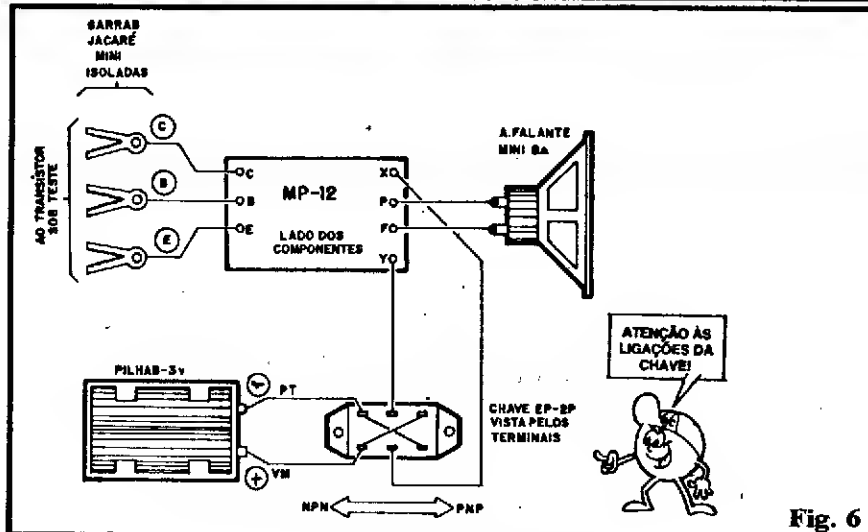
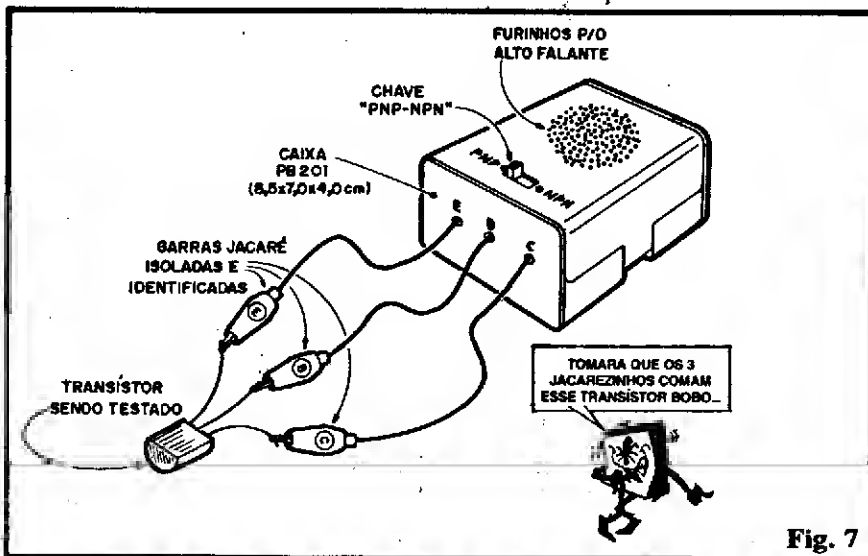

Fig. 6
Fig. 7
- **FIG. 7 - Caixa e utilização do TUT.** A figura mostra a mais óbvia e prática sugestão para o "encaixamento" do circuito. Na tampa do **container** podem ser feitos furinhos para a saída de som do alto-falante (este fica colado, frontalmente aos tais furos, pelo lado de dentro da dita tampa...). Logo abaixo pode ser posicionada a importante chave NPN-PNP, com suas funções claramente demarcadas no painel (ver fig. 6). Numa das laterais menores da caixa podem ser feitos 3 furinhos para a passagem dos fios que conduzem às garras "jacaré" de teste. Estas devem ser cuidadosamente identificadas e claramente demarcadas com as letras "E-B-C", referindo-se aos terminais do transistor a ser verificado.